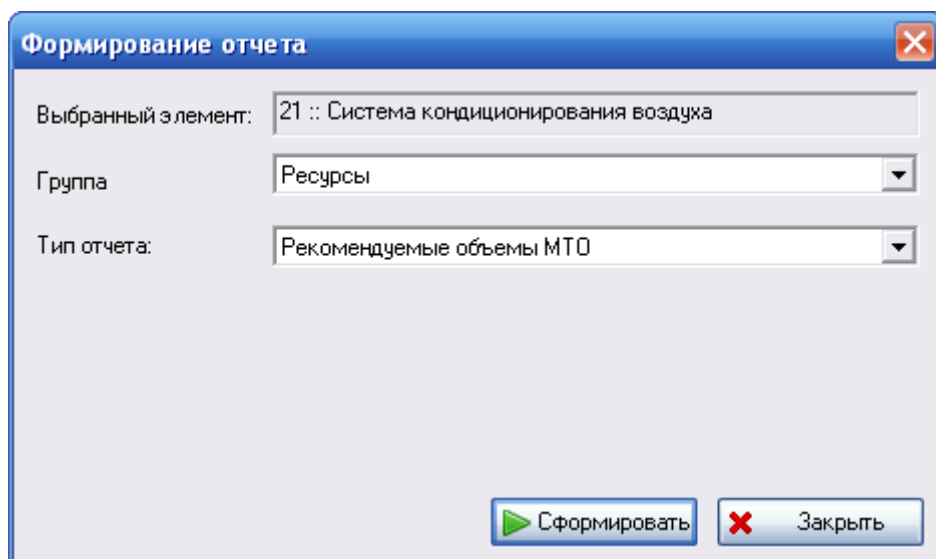

Рис. 7-11
2. На панели инструментов нажмите на кнопку **Создать отчет** . После этого откроется окно **Формирование отчета** (рис. 7-11).